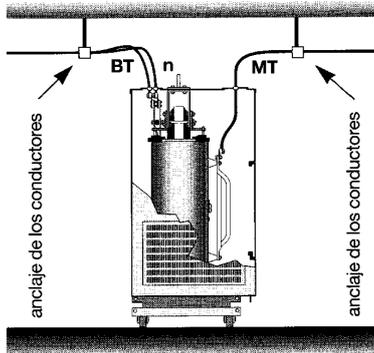
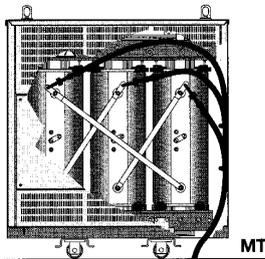

Figura 1: conexiones MT y BT estándar por arriba.
Figura 2: conexiones MT y BT estándar por abajo.
– Las salidas (o llegadas) de los conductores de MT se realizan por la parte superior (figura 1) o inferior (figura 2).
– Las salidas (o llegadas) de los conductores de MT pueden realizarse por la parte inferior directamente en los terminales de conexión (figura 2). En tal caso, la llegada de los conductores se realiza por la plancha desmontable situada en el fondo de la envolvente a la derecha, lado de MT.
□ Los cables de MT se deben fijar en el interior de la envolvente en el panel lateral en el que existen puntos de fijación previstos a tal efecto (ver figura 2) (sistema de fijación no suministrado).